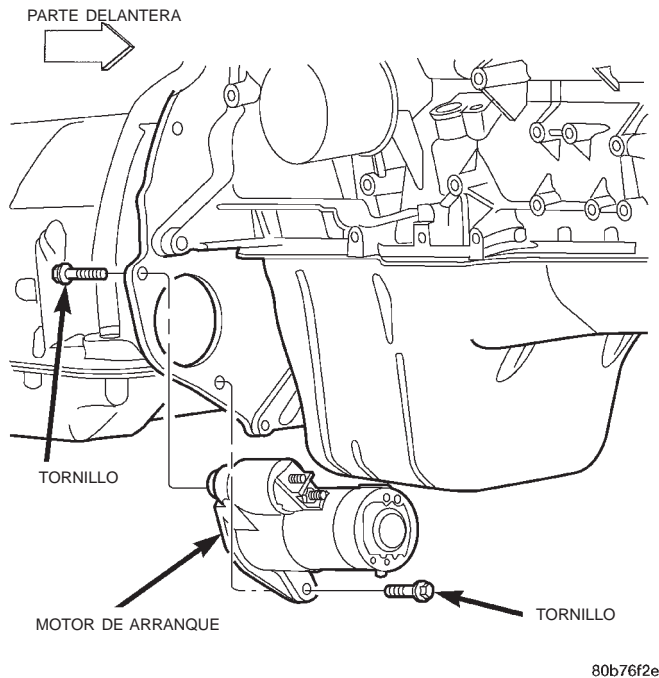
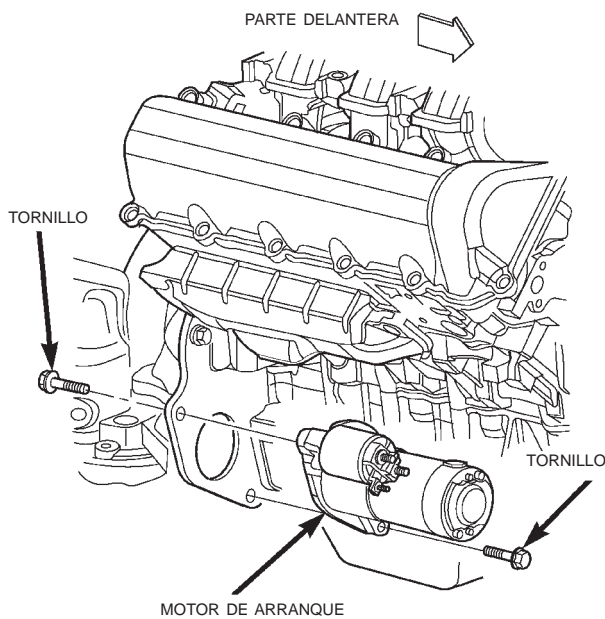

Fig. 10 Desmontaje e instalación del motor de arranque-motor 4.0L
Fig. 11 Desmontaje e instalación del motor de arranque - Motor 4.7L
- (1) Desconecte y aisle el cable negativo de la batería.
- (2) Eleve y apoye el vehículo.
- (3) Retire el tornillo de instalación inferior (mirando hacia adelante) que fija el motor de arranque en la caja del convertidor de par de la transmisión automática (Fig. 10) o (Fig. 11).
- (4) Mientras sostiene el motor de arranque con una mano, utilice la otra mano para retirar el tornillo de instalación superior (mirando hacia atrás) que fija el motor de arranque en la caja del convertidor de par de la transmisión automática.
- (5) Baje el motor de arranque de la parte delantera del convertidor de par de la transmisión automá-